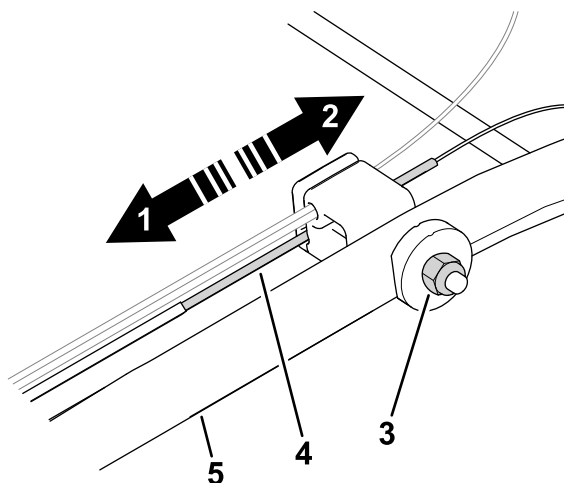

Bild 26
1. Drehen Sie die Einstellmutter nach links, um die Seileinstellung zu lösen (Bild 26).
2. Stellen Sie die Spannung des Zugs (Bild 26) ein, indem Sie ihn zurückziehen oder nach vorne drücken und dann in dieser Stellung arretieren.